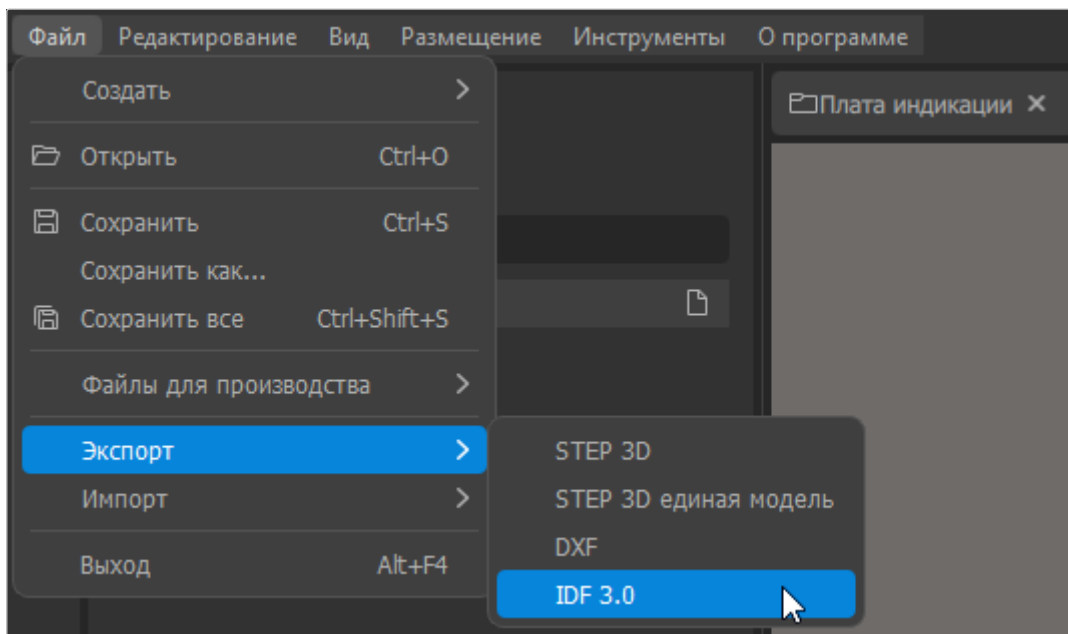

Рисунок 182. Меню «Файл» → Экспорт
- 2) Вызвать команду меню *Файл* → *Экспорт* → *IDF 3.0* (см. рисунок 182).